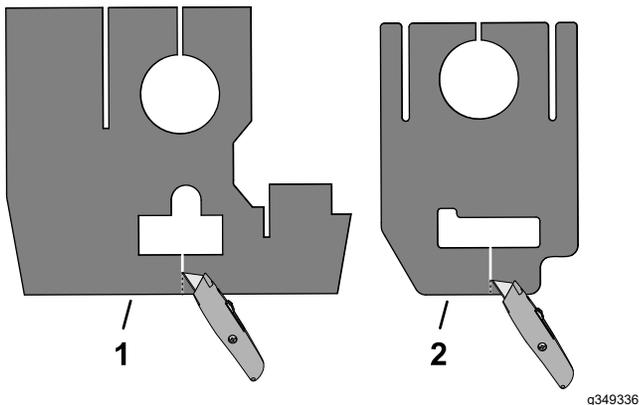

Figure 2
2. Avec un cutter, coupez les plaques isolantes supérieure et inférieure de la colonne de direction, comme montré à la Figure 2.